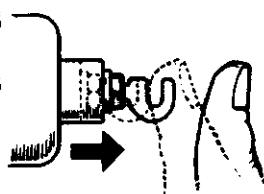

图 4-51 检查电磁开关
(8) 电磁开关的检修
①把电磁开关的触杆向内压紧，随后放松，触杆应能很快返回原位，如图 4-51 所示。